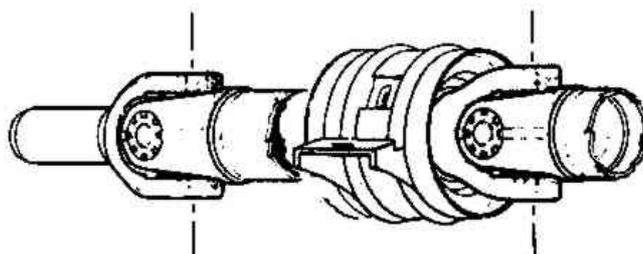

Рис.7.7. Положение половин карданного вала при установке (Разд.3)
12. Установите две половины карданного вала в первоначальное положение, руководствуясь сделанными ранее метками или положением сдвоенного зубца (Рис.7.7).